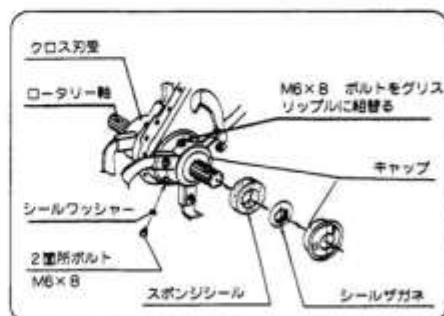

図42
- クロス刃受のフランジ部2ヶ所のボルト（M6×8㎥）を外し、1ヶ所にグリスニップル（付属部分）を取付けてください。（図42）
- グリスニップルを取外し、ボルト（M6×8㎥）左右各2本のボルトを締め付けてください。（図42）